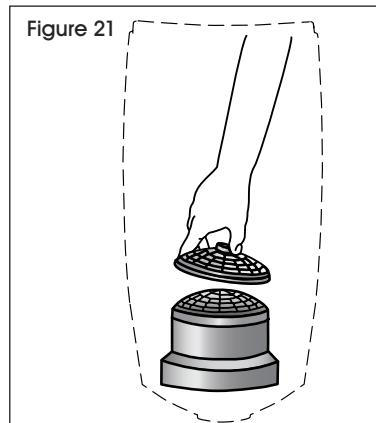

Figure 21
2. Tout d'abord, retirez le sac-filtre Intercept^{MD} Micro et le filtre en tissu. Retirez la partie supérieure du filtre à dôme située au fond de l'aspirateur et retirez le support en mousse. (Voir Figure 21)